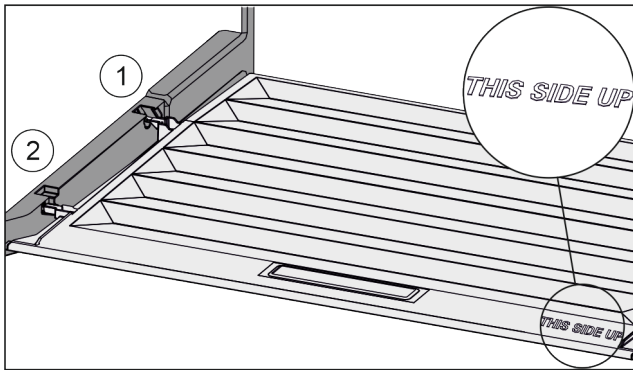

Fig. 162
- ▶ Deckelstege über Öffnung der hinteren Halterung Fig. 162 (1) einführen und vorne in Halterung Fig. 162 (2) einrasten.